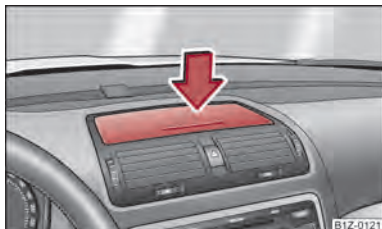

Fig. 78 Tableau de bord : Vide-poches
- Appuyez au milieu du vide-poches ⇒ fig. 78 - le couvercle s'ouvre.